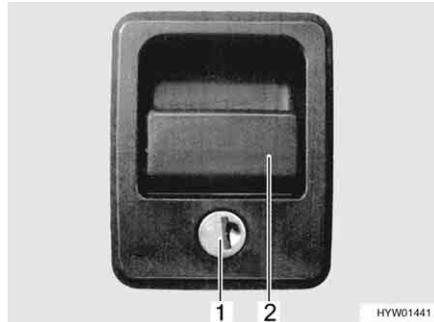

Bild 36 Klappenschloss mit Griffschale
- Schlüssel in Schließzylinder (Bild 36,1) stecken und eine viertel Umdrehung drehen. Das Klappenschloss ist entriegelt.
- Am Schlossgriff (Bild 36,2) ziehen. Die Außenklappe ist geöffnet.